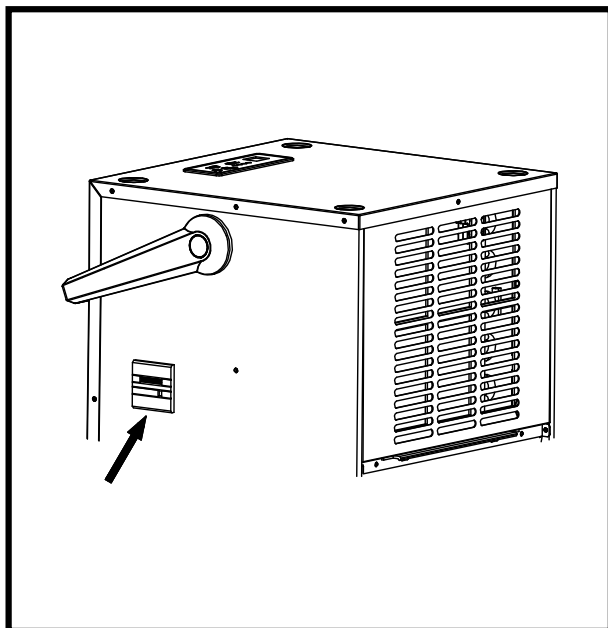

Fig. 5
► LICZNIK ROBOCZOGODZIN (FIG. 5)